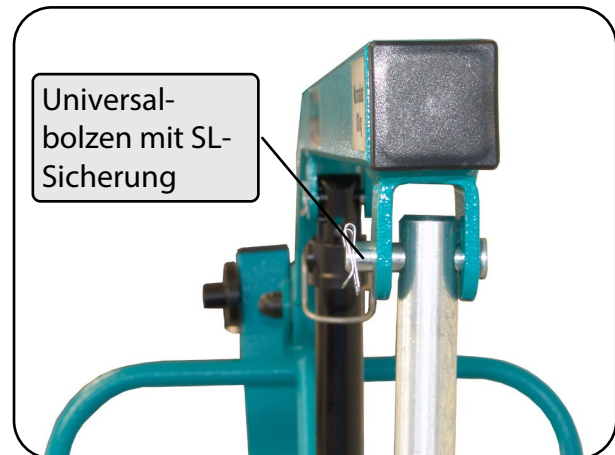

Abbildung 14
9. Zur Montage des Transportbügels entfernen Sie den Aufnahmebolzen mit Bund am Ende des Hebearms (Abbildung 14).